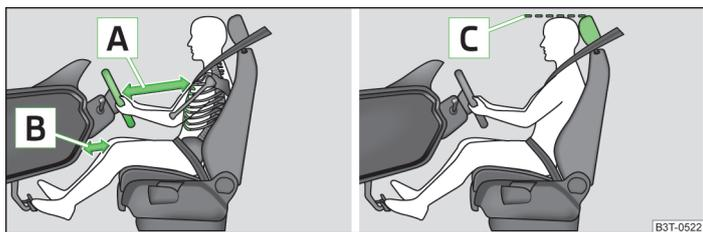

Abb. 125 Richtige Sitzposition des Fahrers / richtige Kopfstützeinstellung
- Das Lenkrad so einstellen, dass der Abstand zwischen Lenkrad und Brustbein mindestens 25 cm beträgt **[A]** » Abb. 125 und der Abstand der Beine zur Schalttafel im Bereich des Knieairbags mindestens 10 cm beträgt **[B]**.
- Die Kopfstütze so einstellen, dass die Oberkante der Kopfstütze sich möglichst auf einer Höhe mit dem oberen Teil Ihres Kopfes befindet **[B]** » Abb. 125 auf Seite 144.
- Die Kopfstütze so einstellen, dass die Oberkante der Kopfstütze sich möglichst auf einer Höhe mit dem oberen Teil des Kopfes befindet **[B]** » Abb. 125 auf Seite 144.